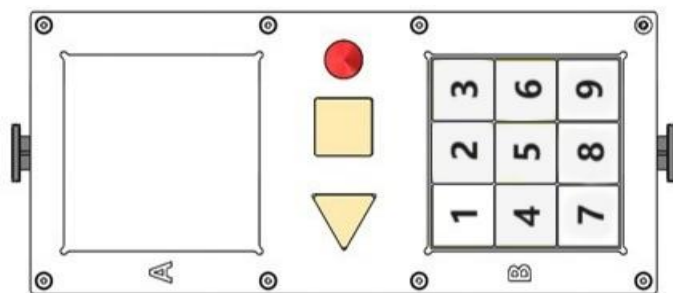

图 3-6 工件摆放位置示意图
(9) 控制视觉拍照。
(10) 准确抓取随机摆放的黄色工件，按照（6）中设定的顺序放置到码垛模块 B 区对应的方框内。
(11) 重复以上步骤（9）-步骤（10）动作，共完成 9 个工件的搬运码垛（按（6）中设定顺序码放到码垛模块 B 区，如图 3-6 所示）。
(12) 工件码垛完成后，工业机器人将单吸盘夹具放回夹具库，工业机器人回安全点（初始位置），流程结束。
(13) 执行完成后，操作面板及触摸屏“启动”指示灯熄灭，操作面板及触摸屏“停止”指示灯 2Hz 闪烁，工业机器人暂停运行。